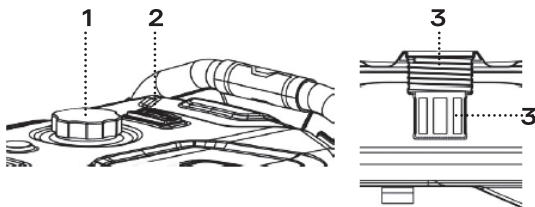

Рис. 11. Проверка уровня топлива
- + Проверить показания индикатора уровня топлива (2) (рис. 11).
- + Если уровень топлива низкий, снять крышку топливного бака (1).
- + Проверить сетчатый фильтр (4). Если сетчатый фильтр загрязнен, очистить его (см. пункт «Очистка крышки топливного бака и сетчатого фильтра» в разделе «Техническое обслуживание»).
- + После заправки топливом установить крышку топливного бака (1).
- + Запрещается заправлять топливный бак выше линии заполнения (3) (см. рис. 11).